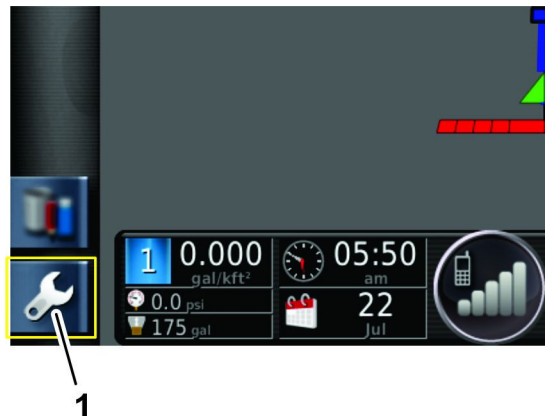

Figure 205
3. Appuyez sur l'icône CONFIGURATION sur l'écran principal (Figure 205).